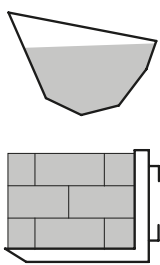

Fig. 1
- Il livello massimo di carico dell'attrezzo non deve superare la parete inferiore nel caso di materiali sfusi e l'altezza dello schienale nel caso di carichi unitari [vedere fig. 1].